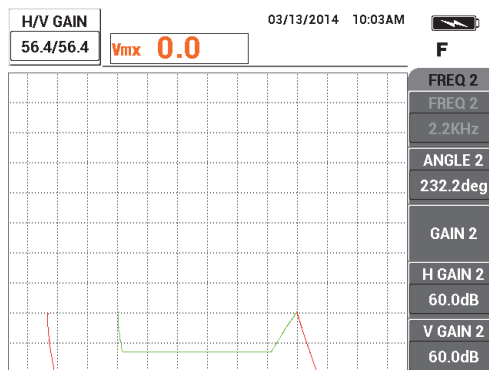

Figura 5-119 Ajuste da amplitude do sinal da frequência 1
8. Pressione a tecla GAIN ( **dB** ) e, em seguida, ajuste a amplitude do sinal da frequência 1 que está a exatamente 6 divisões de distância do ponto nulo (no lado esquerdo) [veja Figura 5-119 na página 215].